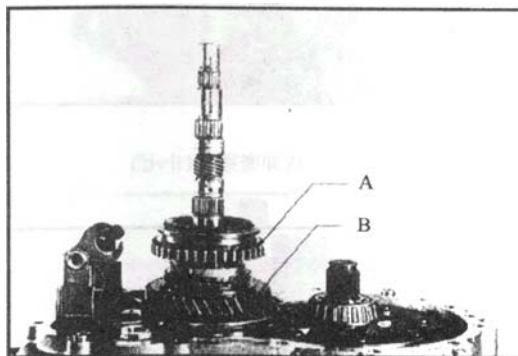

图 4-33 安装变速器（二）
(2) 安装一、二档同步器时，有齿的一侧 A 朝向一档从动齿轮 B，如图 4-33 所示。